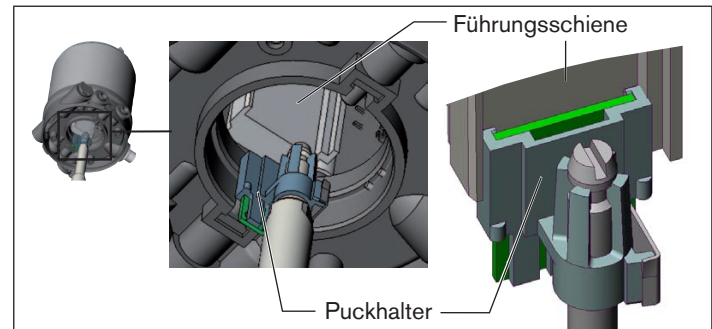

Bild 4: Ausrichten des Puckhalters
1. der Puckhalter in die Führungsschiene des Positioners (siehe „Bild 4“) und